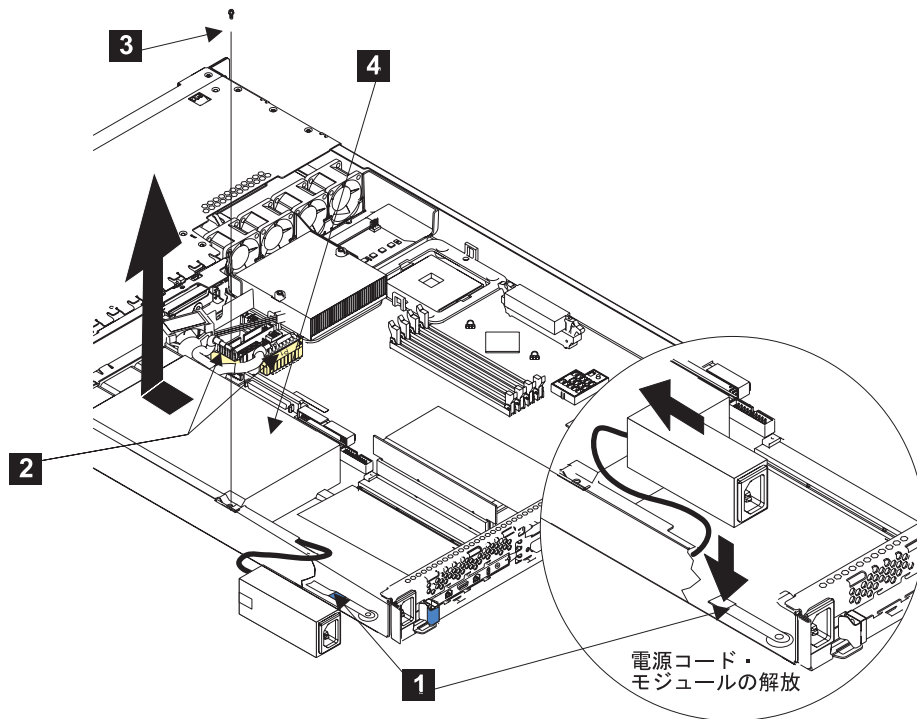

図 103. SAN ボリューム・コントローラー 2145-4F2 電源機構の取り外し
5. 電源ケーブル・モジュールの前部のクリップ **1** を押し下げて、SAN ボリューム・コントローラー 2145-4F2 の側面にあるスロットから位置合わせタブが解放されるまで、モジュールを SAN ボリューム・コントローラー 2145-4F2 の前面方向へスライドさせます。図 103 を参照してください。